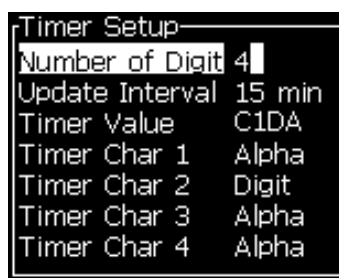

Figura 5-42: Configurar temporizador
- 4 Ajuste os valores de acordo com Figura 5-42.